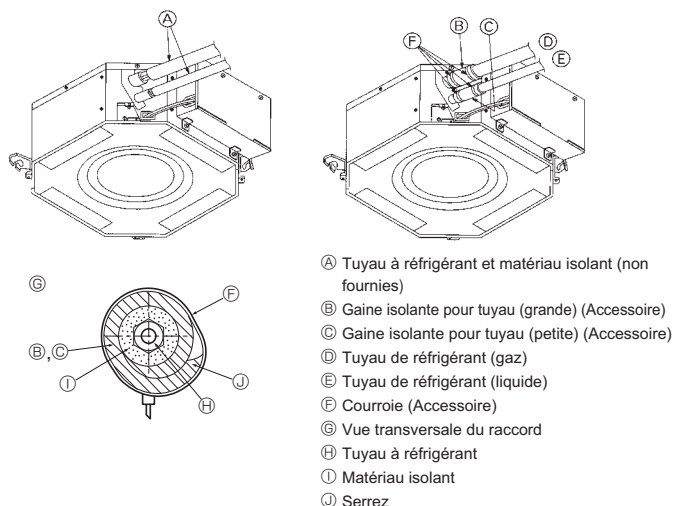

Fig. 5-4
- (C) Ne pas appliquer d'huile pour machine frigorifique sur les parties filetées. (Cela augmente le risque de desserrage des écrous évasés.)
- (D) Veiller à utiliser les écrous évasés fournis avec l'unité principale. (Les produits du commerce risquent de se fissurer.)
- (E) Appliquer de l'huile pour machine frigorifique sur toute la surface d'appui évasée.
5.3. Appareil intérieur (Fig. 5-4)